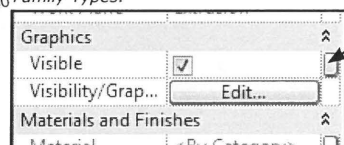

Fig. 06.55. Tryk på knappen ud for *Visible*.
- Klik på knappen ud for *Visible* i *Properties* (Fig. 06.55).